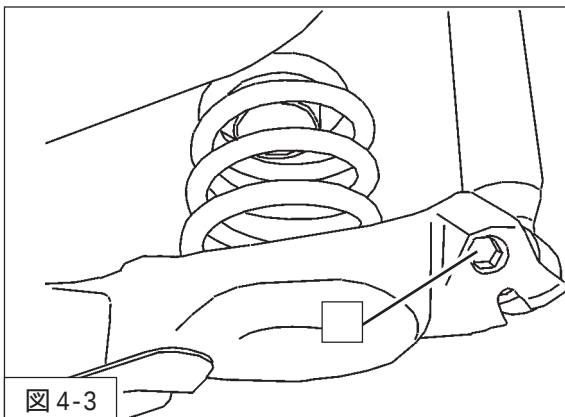

図4-3
4. アクスルビームをジャッキで下から支えながら、アッパーシート（同梱品）ライドハイトアジャスターASSY（同梱品）リアスプリング（同梱品）スプリングロアシート（純正部品）を車両に取付けてください。（図4-3）
5. ダンパーロア取付ボルト（締付トルク：54N・m）を取付けてください。（図4-3）